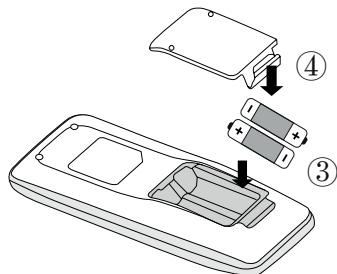

Fig. 2
3. Installare due batterie nuove di tipo AAA, 1.5V, prestando attenzione a rispettare le polarità indicate “ \oplus ” e “ \ominus ” (come mostrato in Fig. 2 ③).
4. Reinstallare il coperchio dell'alloggiamento delle batterie, come mostrato in Fig. 2 ④ .